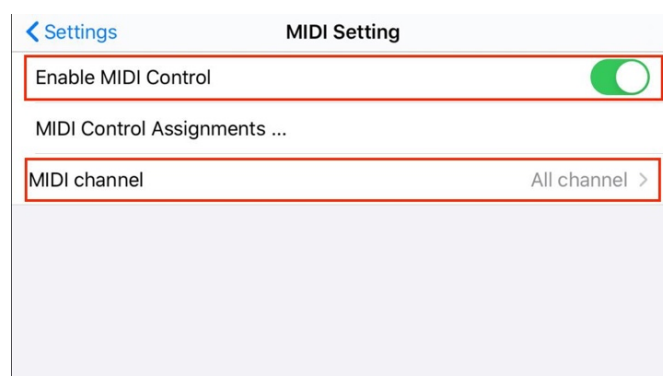

Figura 4. Habilitación del control MIDI y selección del canal.
3. Habilite el control MIDI en la primera opción (*Enable MIDI Control*) y seleccione el canal MIDI (*MIDI channel*) 1 o, si solo va a trabajar con estos comandos MIDI puede seleccionar “*All channel*” (todos los canales). El resultado final aparece en la Figura 4.